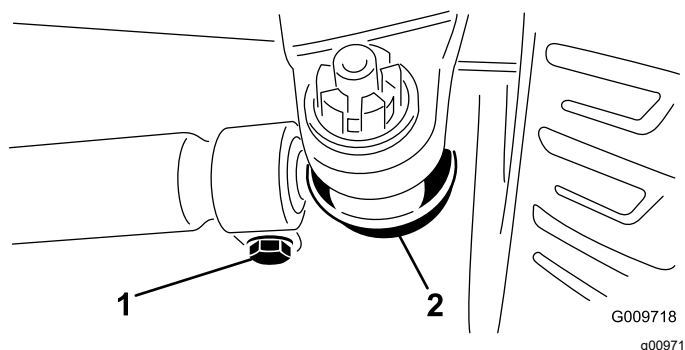

Figura 77
3. Para ajustar o alinhamento, remova o contrapino e a porca de cada uma das rótulas da barra de ligação (Figura 77).
5. Desaperte as abraçadeiras que estão em ambas as extremidades das barras de ligação (Figura 77).